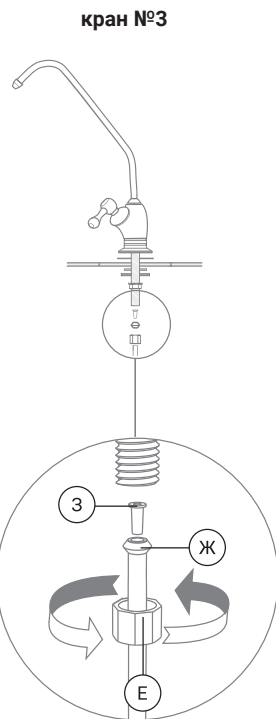

Рис. 17
2. Произведите сборку крана в следующей последовательности (рис. 17):
- В гайку (Е) проденьте трубку синего цвета (рис. 17).
- Пистон (З) вставьте внутрь трубки до упора (рис. 17).
- Закрутите на резьбовой шток крана гайку (рис. 17).